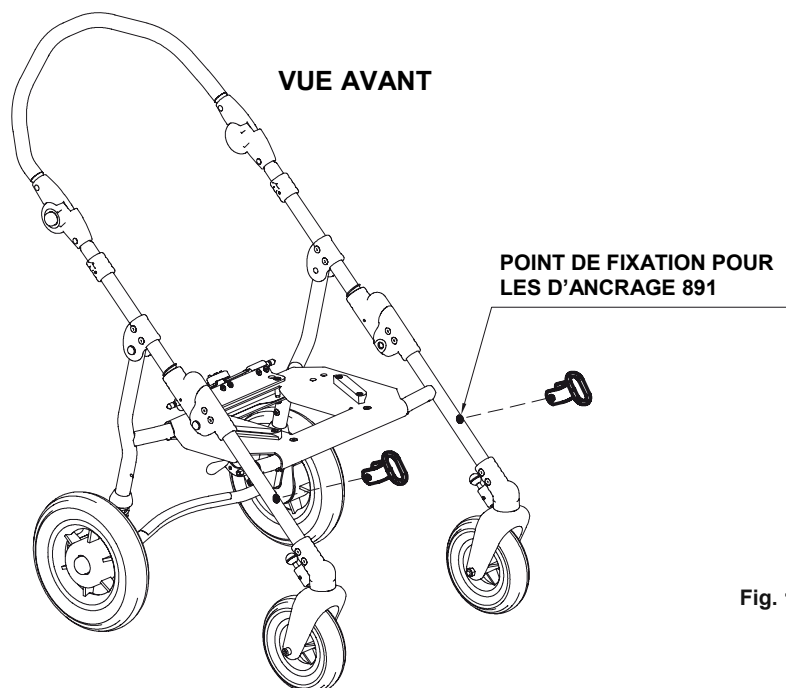
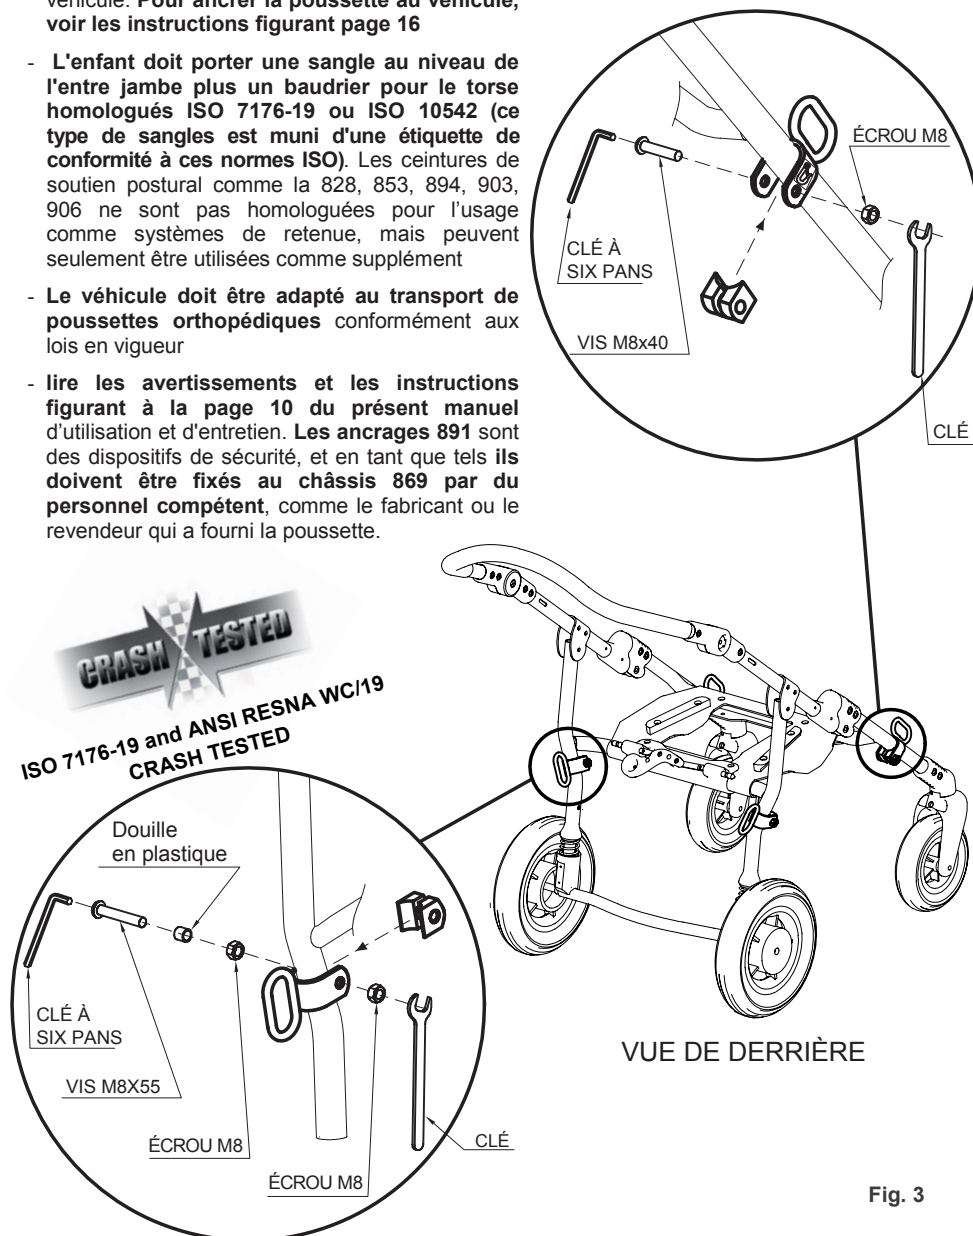

Fig. 1
Fig. 3
- **LA POUSSETTE DOIT ÊTRE ANCRÉE AU VÉHICULE AVEC LE DOSSIER ET L'APPUI-JAMBES EN POSITION VERTICALE** par le biais de : 1) un système de sangles d'ancrage à 4 points conforme à la norme ISO 10542-2, fourni avec le véhicule (v. fig.4 page 16) et 2) l'accessoire 891 - ANCRAGES pour BASE 869 (4 anneaux) (v. fig 1 et 2 page 14, fig. 3 page 15 et fig.4 page 16)